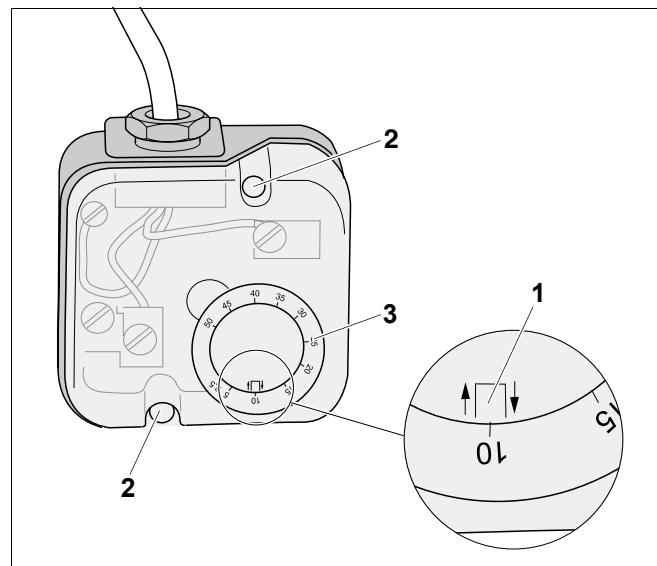

Рис. 28 Прибор контроля давления газа
- Для перенастройки снять крышку, открутив винты (рис. 28, поз. 2).
- Выставить регулировочный диск (рис. 28, поз. 3) по настроечной метке (рис. 28, поз. 1).